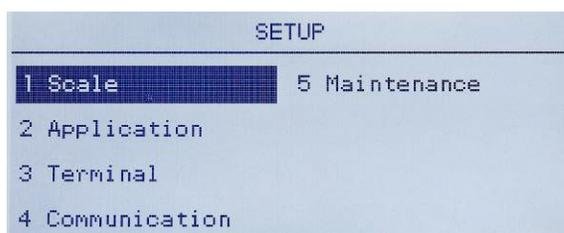

Figura 3-28: Menu de configuração - Reiniciar
1. Pressione a tecla MENU e selecione o ícone de configuração . A Figura 3-28 mostra a primeira página do menu de configuração com os cinco principais ramos exibidos.